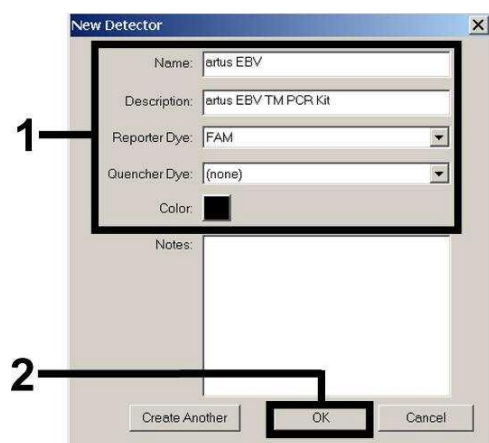
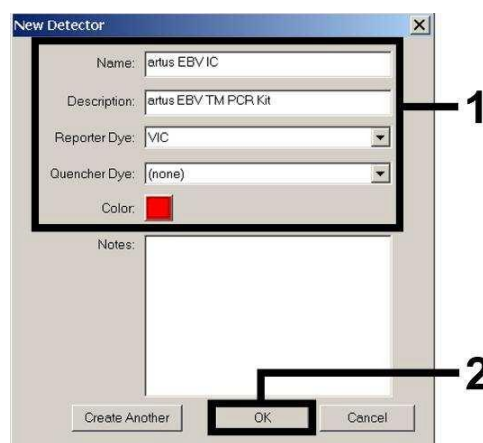
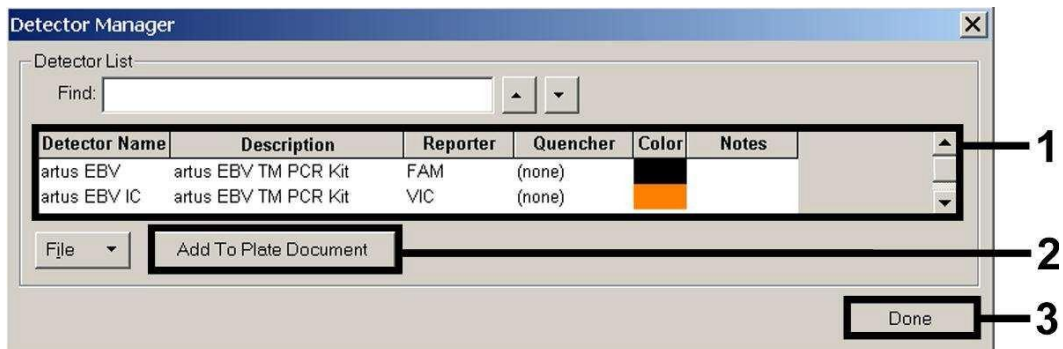

Fig. 4: Framtagning av EBV-specifik detektor (*Detector Manager*).
Fig. 5: Framtagning av IC-specifik detektor (*Detector Manager*).
Fig. 6: Val av detektorer (*Detector Manager*).
I det fönster som nu visas definierar du (motsvarande Fig. 4 och Fig. 5) för detektion av EBV-DNA Reporter/Quencher-kombinationen **FAM/none**, för detektion av *Internkontroll* väljer du kombinationen **VIC/none**. Genom att bekräfta uppgifterna (OK) kommer du tillbaka till *Detector Manager*. Markera de framtagna detektorerna och för över varje urval till *Well Inspector* (se Fig. 6) genom att klicka på alternativet *Add to Plate Document*. Stäng fönstret (*Done*).